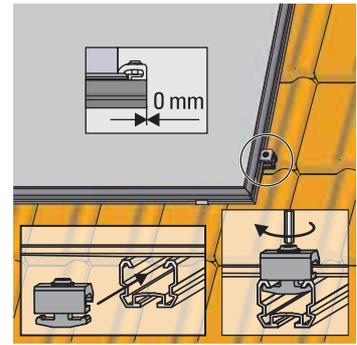

Figure 3-30 Insérez et serrez les mises à la terre uniques du dernier capteur solaire.
11. Insérez et vissez les mises à la terre uniques du dernier capteur solaire (Figure 3-30).